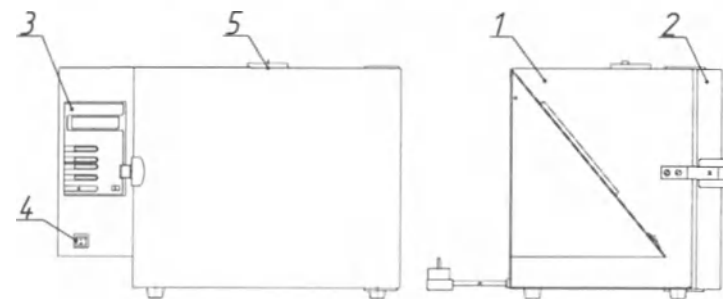
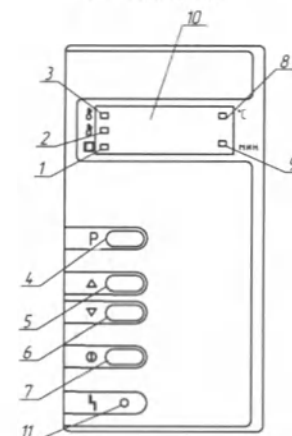

Рисунок 1. Общий вид ШСвЛ-40 КИУС.941729.003-07.
Рисунок 2. Блок управления.
Установить выключатель (поз. 4, рис. 1) в положение "I". На блоке управления загорится индикатор (поз. 8, рис. 2), информационное табло (поз. 10, рис. 3) отображает текущую температуру в камере.
Для выбора режима, нажать на кнопку "P" (поз. 4, рис. 2) и выбрать нужный, путем нажатия на одну из кнопок "Δ", "▽" (поз. 5, 6, рис. 2).
Для запуска выбранного режима, кратковременно (не более 2 сек), нажать на кнопку "ⓘ" (поз. 7, рис. 2). Шкаф перейдет в фазу «НАГРЕВ», начнет мигать индикатор "НАГРЕВ"/"ВЫДЕРЖКА" (поз. 3, рис. 2). Информационное табло индицирует изменение температуры в камере. Происходит нагрев до установленного значения температуры.
В фазе «ОХЛАЖДЕНИЕ» индикатор продолжает показывать изменение температуры в камере и горит индикатор "ОХЛАЖДЕНИЕ" (поз. 2, рис. 2). Температура в камере падает. При понижении температуры до 75°C гаснет индикатор "ОХЛАЖДЕНИЕ", загорается индикатор "ВЫГРУЗКА" (поз. 1, рис. 2) и звучит прерывистый звуковой сигнал, который выключается через 1 минуту.
2.3.2 Установить выключатель (поз. 4, рис. 1) в положение " I ". На блоке управления загорится индикатор (поз. 8, рис. 2), информационное табло (поз. 10, рис. 2) показывает текущую температуру в камере.
2.3.3 В алгоритм работы шкафов, заложена возможность автоматического запуска прерванного (в результате кратковременного пропадания питающего напряжения) цикла. Если после включения произошел автоматический запуск цикла, то для его остановки необходимо нажать на кнопку "⓪" (поз. 7, рис. 2) и удерживать её в течение 3 секунд.
2.3.4 Для выбора режима, необходимо нажать на кнопку "Р" (поз. 4, рис. 2) (на информационном табло попеременно отображаются установленная температура и время выдержки) и выбрать требуемый, путем нажатия на одну из кнопок "Δ" или "∇" (поз. 5, 6, рис. 2). Для выбора доступны два предустановленных заводом-изготовителем режима работы (таблица 1). Запуск цикла осуществляется коротким (не более 2 сек) нажатием кнопки "⓪".
2.3.5 Шкаф запоминает в энергонезависимой памяти последний запущенный режим. Для его повторного запуска можно сразу нажать на кнопку "⓪" (поз. 6, рис. 2), не производя выбор вновь.
После перехода в состояние редактирования режима начнет мигать индикатор температуры (поз. 8, рис. 2). Нажатием на кнопки «Δ» и «∇» установите нужное значение температуры.
После установки требуемой температуры, для перехода к заданию времени выдержки, необходимо удерживать нажатой кнопку «Р» в течении 3-х секунд. Начнет мигать индикатор времени (поз. 9, рис. 2). Нажатием на кнопки «Δ» и «∇» установите нужное значение времени выдержки.
2.3.8 При достижении заданной температуры, шкаф переходит в фазу «ВЫДЕРЖКА». Включается светодиодный индикатор " ВЫДЕРЖКА " (поз. 3, рис. 2), информационное табло попеременно индицирует время выдержки и текущую температуру в камере. Происходит выдержка при заданной температуре, по истечении которой шкаф переходит в фазу «ОХЛАЖДЕНИЕ».
2.3.9 В фазе «ОХЛАЖДЕНИЕ» индикатор продолжает показывать изменение температуры в камере и горит индикатор "ОХЛАЖДЕНИЕ" (поз. 2, рис. 2). Температура в камере падает.
2.3.10 При понижении температуры до 75 °С гаснет индикатор "ОХЛАЖДЕНИЕ", загорается индикатор "ВЫГРУЗКА" (поз. 1, рис. 2) и звучит прерывистый звуковой сигнал (в течении 1 минуты), после чего можно открыть дверь
2.3.11 По окончании работы установить сетевой выключатель в положение "О" (поз. 4, рис. 1).